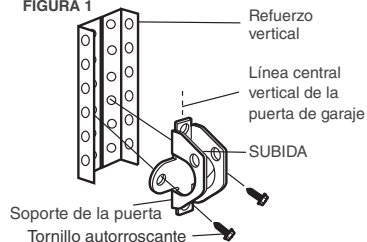

FIGURA 2
- Como alternativa, use dos pernos de 5/16"-18x2", arandelas de seguridad y tuercas (no se suministran). (Figura 2)